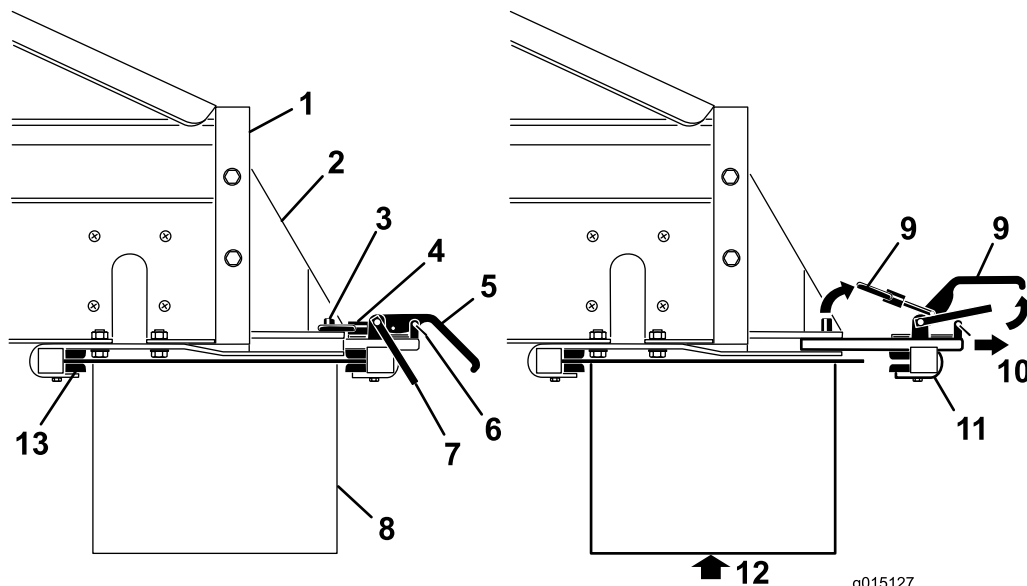

Bild 2
1. Entfernen Sie die Sicherheitsriegelclips von den Klemmgriffen (Bild 2).
2. Heben Sie zuerst den Sicherheitsriegel und dann die Klemmgriffe des Anbaugeräts an und lösen Sie die Arretierungsringe von den Arretierstiften (Bild 2).
3. Schieben Sie die hintere Anbaugerätklemme aus den Schnellbefestigungsschlitzen (Bild 2).
4. Setzen Sie die Vorderkante des Doppel-Tellerstreuers mit Hilfe einer anderen Person auf und unter das Heck des MH-400 in die vorderen Klemmen der Halterungen (Bild 2).
5. Stützen Sie den Doppel-Tellerstreuer ab und schieben dann die hintere Klemme des Anbaugeräts wieder in die Schlitze in den Halterungen und über die hintere Kante (Bild 2).
7. Setzen Sie die Sicherheitsriegelclips wieder auf die Klemmgriffe (Bild 2).